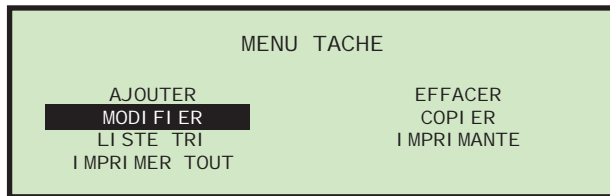

FIGURE 25 : Écran de menu des travaux
- 1 Dans le menu travail (Figure 25), sélectionnez **AJOUTER** et appuyer sur **Enter**. L'écran **RENOMMER TÂCHE** apparaît ainsi.
- Sur l'écran du menu tâche (Figure 25), choisissez **EFFACER**. L'écran **SÉLECTIONNER TÂCHE À EFFACER** apparaît ainsi.
- Sur l'écran du menu des tâches (Figure 25), choisissez **MODIFIER**. L'écran **SÉLECTIONNER TÂCHE À MODIFIER** apparaît ainsi.